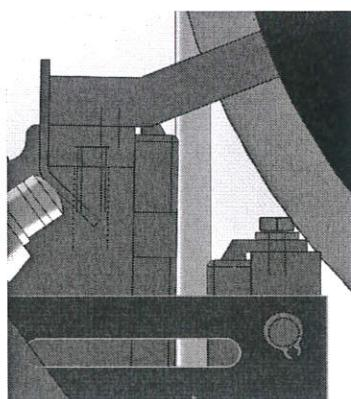

图 4
2.2.2.6 调整限速器钢丝绳位置。调整限速器位置使限速器钢丝绳不擦碰闸瓦，且位于两闸瓦中间，并与闸瓦保持平行(参见图 4)。